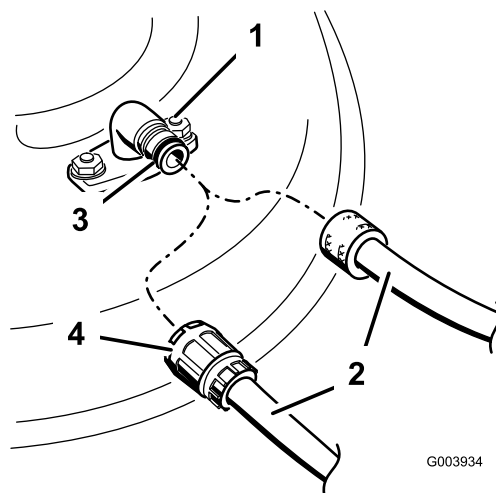

Figura 47
- Montate il tubo flessibile sul raccordo di lavaggio e quindi aprite il rubinetto per erogare un getto forte (Figura 47).